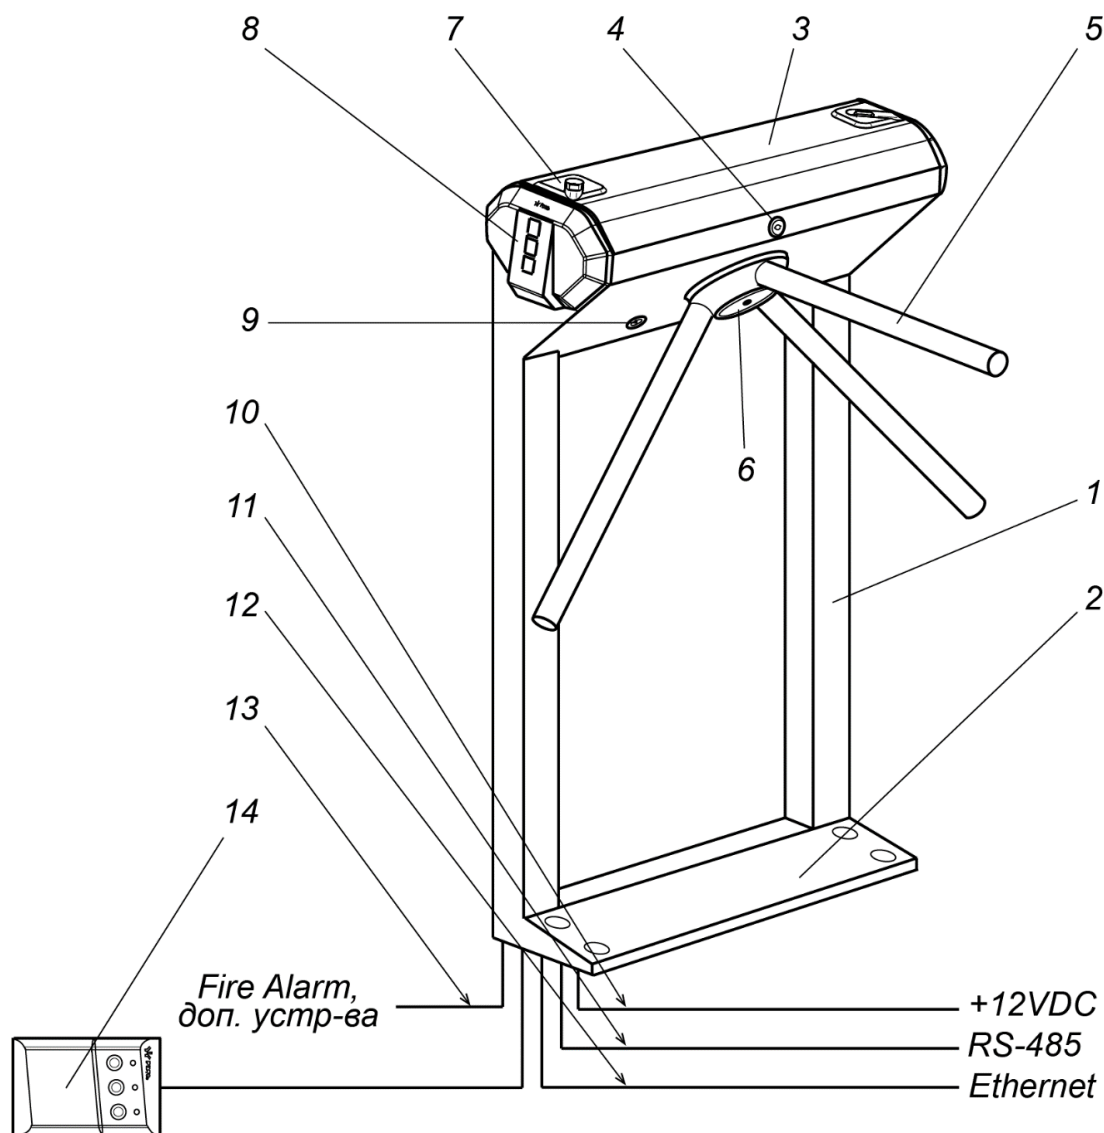

Рисунок 1. Устройство ЭП
Устройство ЭП показано на рис. 1. ЭП состоит из стойки (1-3) со встроенными в нее контроллером ЭП, двумя боковыми крышками со встроенными в них универсальными бесконтактными считывателями с блоками индикации (8), крышки стойки (3) с двумя встроенными в нее сканерами отпечатков пальцев (7), трех преграждающих планок (5) и ПДУ (14).